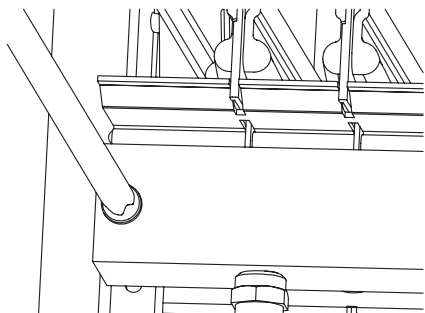

Figura 5.5
- Svitare le viti che tengono in posizione il diffusore (Figura 5.5).